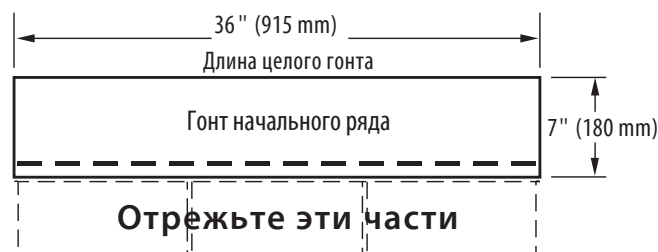

Рис. 10-6. Изготовьте гонты начального ряда, отрезав язычки.
1. Для укладки начального ряда используйте гонт SwiftStart™ или Universal Starter компании CertainTeed либо гонты, у которых отрезаны язычки (Рис. 10-6). Обратите внимание, что герметик на гонтах начальных рядов должен быть как можно ближе к краю карнизов крыши.
1. Для укладки начального ряда используйте гонт SwiftStar или Universal Starter компании CertainTeed либо гонты, у которых отрезаны 12,7 см язычки (Рис. 10-6). Обратите внимание, что герметик на гонтах начальных рядов должен быть как можно ближе к краю карнизов крыши.